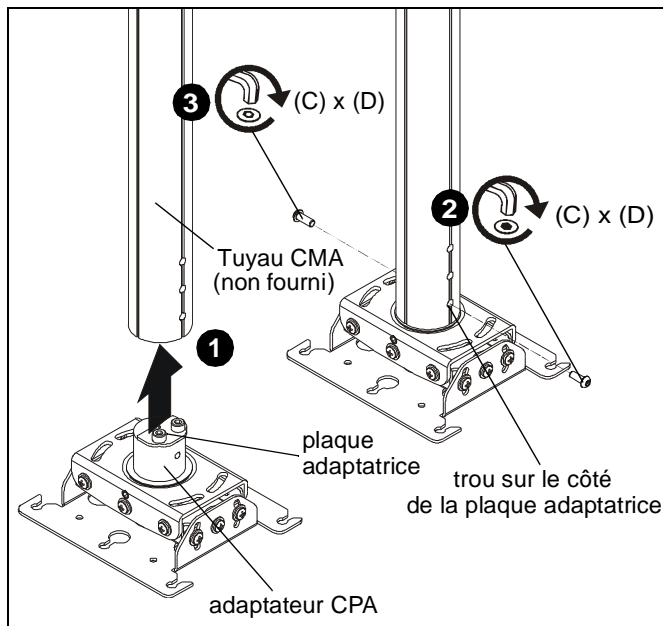

Figure 1
1. Assurez-vous que les trous sont alignés sur l'adaptateur CPA du RPE et sur la colonne CPA (non incluse), soulevez le RPE jusqu'à l'ouverture en bas de la colonne CPA. (Voir la Figure 1)
2. Installez une vis à tête bouton M6 x 16 (C) ou une vis de sécurité (D) dans le trou sur le côté du tuyau CPA, où la plaque adaptatrice de l'adaptateur CPA est située. (Voir la Figure 1)
3. Sur le côté opposé du tuyau CPA, utilisez l'autre vis à tête bouton M6 x 16 (C) ou l'autre vis de sécurité (D) pour fixer le RSE (A) à la colonne CPA. (Voir la Figure 1)